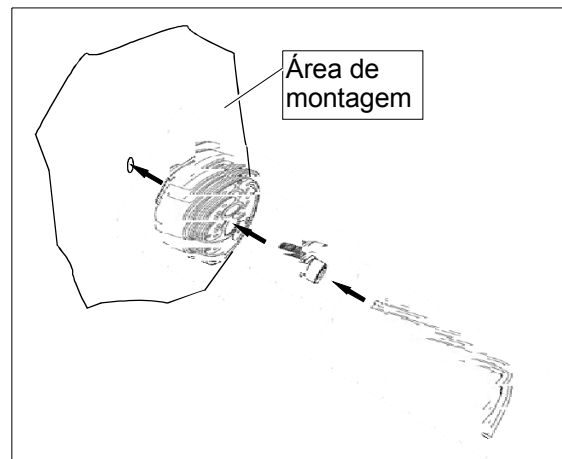

Fig. 11: Fixação na área de montagem
2. Fixar a monitorização através de parafuso cilíndrico e anilha elástica **com pressão** na área de montagem (fig. 11).